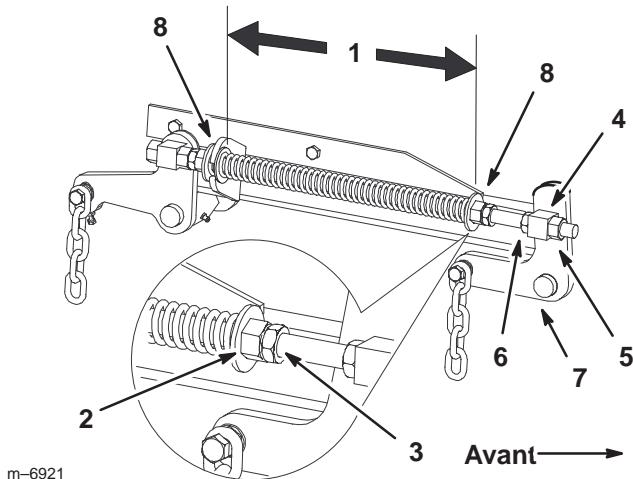

Figure 68
7. Desserrez d'environ 13 mm les écrous de blocage à l'avant des pivots avant gauche et droit (Fig. 68).
8. Réglez les écrous de relevage sur les côtés gauche et droit de la machine de manière à **abaisser l'avant de 6 à 10 mm au point A par rapport au point B à l'arrière** (Fig. 68).
- Déplacez le levier de relevage du plateau de coupe à la position de transport (Fig. 68).
- Vérifiez que les deux grandes rondelles sont espacées de 260 mm (Fig. 68).
- Réglez cette distance en desserrant l'écrou de blocage du ressort et en tournant l'écrou devant chaque ressort (Fig. 68). Tournez l'écrou dans le sens horaire pour raccourcir le ressort, et dans le sens inverse pour l'allonger.
- Bloquez l'écrou en position en serrant l'écrou de blocage du ressort (Fig. 68).